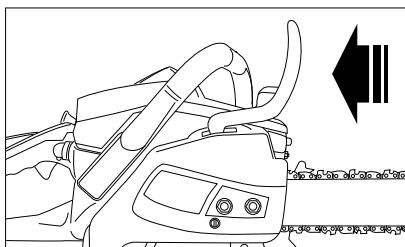

Fig. 4
2. Trageți protecția frânei de lanț catre dvs. Asigurati-vă ca lantul se mișca lejer în jurul sinei.(Fig. 4).